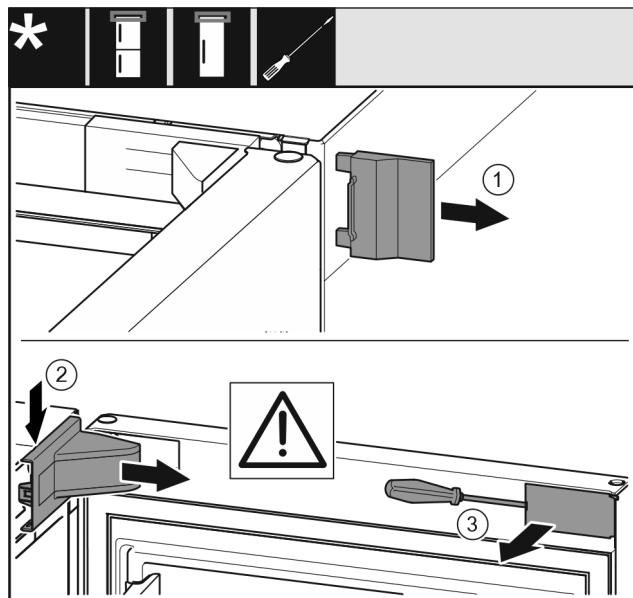

Fig. 8
- ▶ Αφαιρέστε το εξωτερικό κάλυμμα. Fig. 8 (1)
- ▶ Ξεκουμπώστε και λύστε το κάλυμμα του στηρίγματος. Αφαιρέστε το κάλυμμα του στηρίγματος. Fig. 8 (2)
- ▶ Ξεκουμπώστε το διακοσμητικό κάλυμμα με ίσιο κατσαβίδι και παραμερίστε το προς το πλάι. *Fig. 8 (3)*